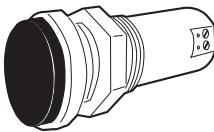

Fig. 8
- soit un voyant à visser pour parois minces ≤ 6 mm (fig. 8).
- an indicator lamp to be screwed in for thin walls ≤ 6 mm (fig. 8).
- o un indicador de rosca para paredes delgadas ≤ 6 mm (fig. 8),